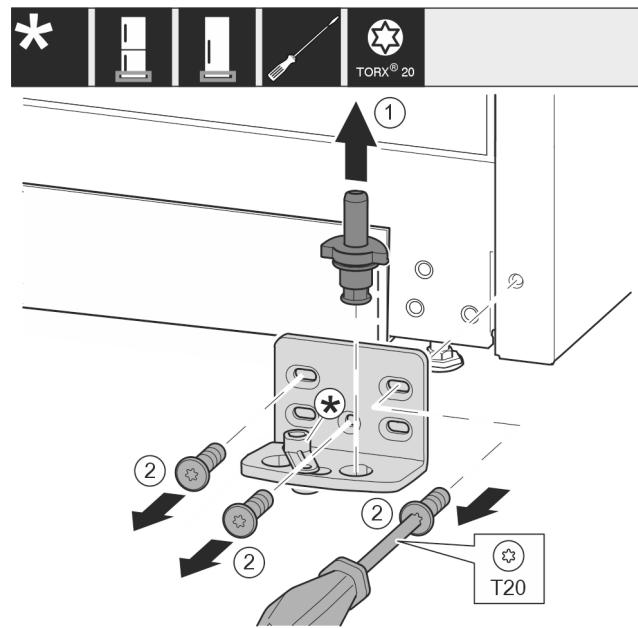

Fig. 12
- ▶ Ložiskový čap vytiahnite úplne nahor. Fig. 12 (1)
- ▶ Skrutky vyskrutkujte skrutkovačom T20 a odnímite ložiskovú konzolu. Fig. 12 (2)